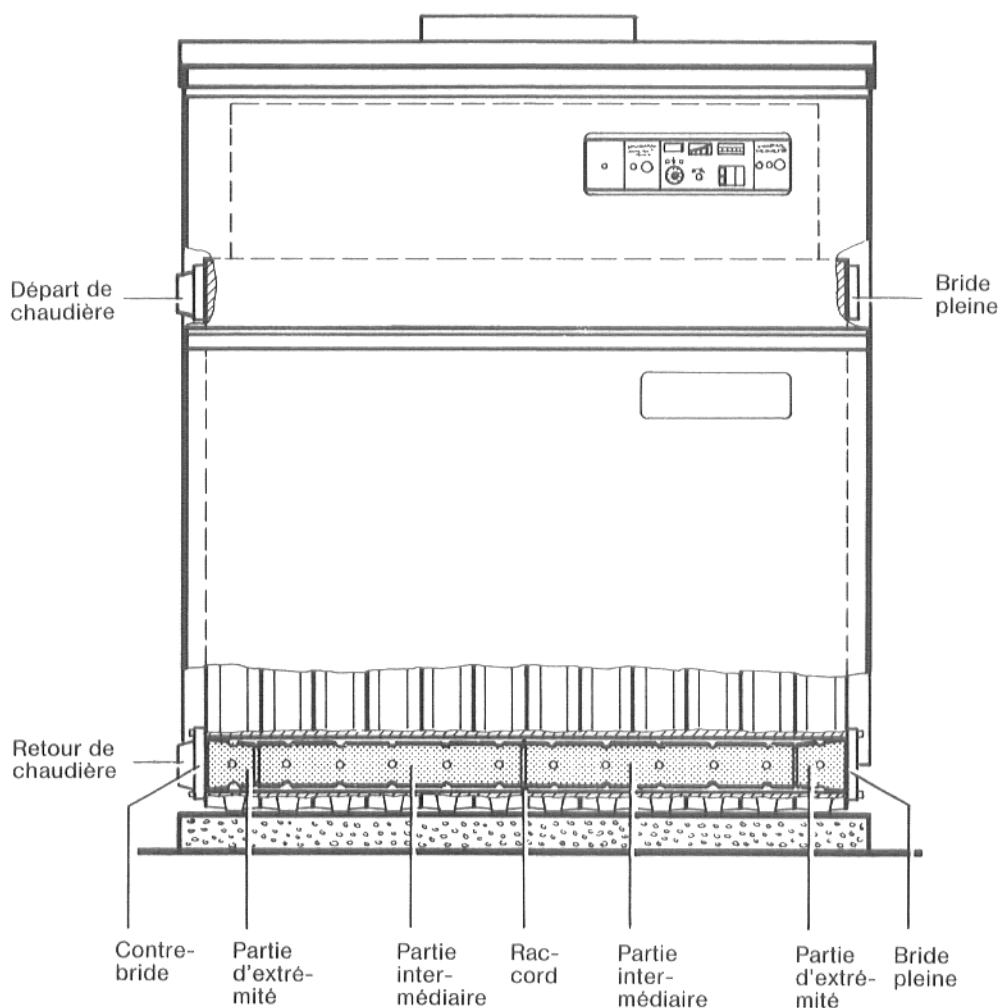

Fig. 14
4. Poser la bride de raccordement de retour avec le joint sur l'alésage inférieur de la chaudière et visser légèrement (Fig. 14).
5. Introduire la deuxième partie d'extrémité à la partie intermédiaire se trouvant de côté en face dans l'alésage inférieur de la chaudière (Fig. 14).
6. Poser la bride pleine avec le joint sur l'alésage inférieur de la chaudière et visser (Fig. 14).